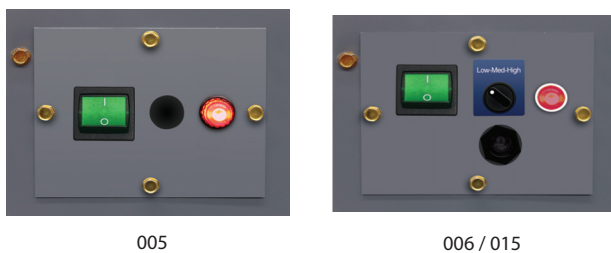

Fig. 6 – Panneaux de contrôle
- Localisez le panneau de commande en haut à gauche (Fig. 6).